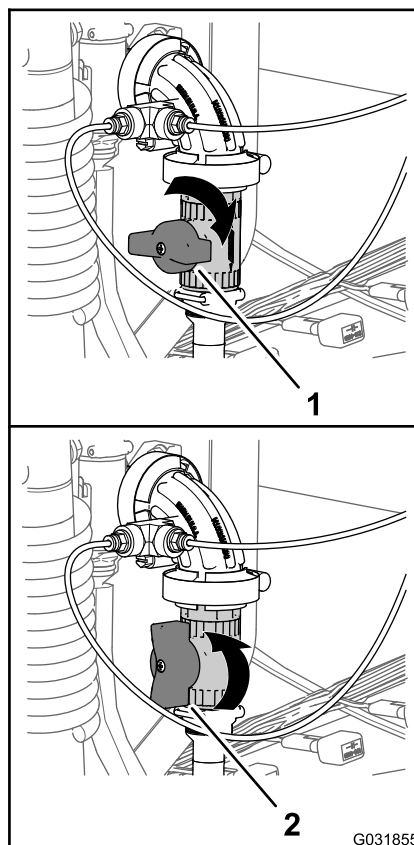

Figura 246
3. Ruotate la stegola verde della valvola di intercettazione in senso antiorario di 90 gradi per la posizione di APERTURA (Figura 246).
Nota: Per spegnere il flusso di fluido sull'asta di irrorazione manuale dell'avvolgitubo, ruotate la stegola verde della valvola di intercettazione in senso orario di 90 gradi, in posizione di CHIUSURA (Figura 246).